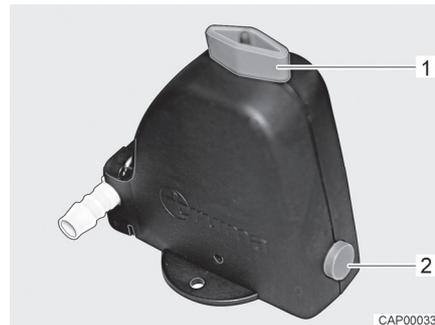

Bild 76 Sicherheits-/Ablassventil geöffnet
- Sicherheits-/Ablassventil (Bild 75) öffnen. Dazu Drehknopf (Bild 75,1) längs zum Sicherheits-/Ablassventil drehen. Der Druckknopf (Bild 75,2) springt heraus. Das geöffnete Sicherheits-/Ablassventil ist in Bild 76 dargestellt.